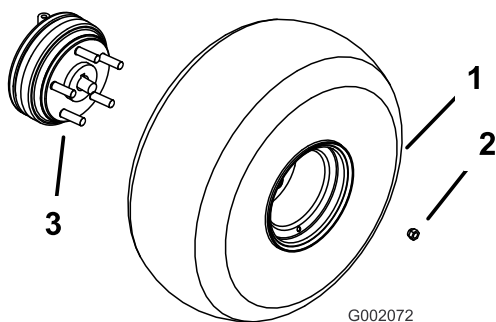

Figure 3
3. Montez les roues avec les fixations retirées précédemment (Figure 3) et serrez les à 61-88 Nm (45-65 pi-lb).